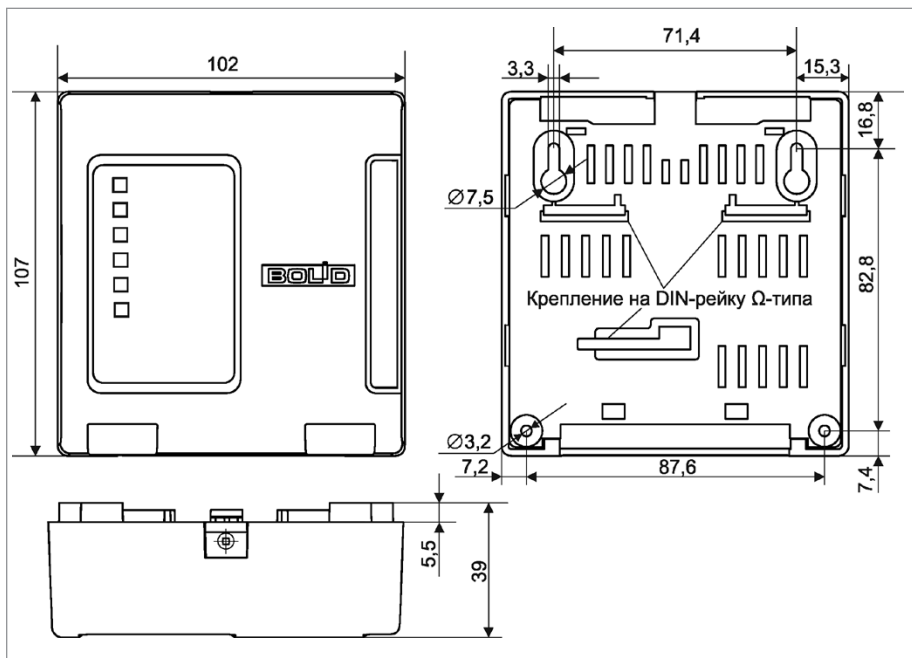

Рисунок 36. Внешний вид и габаритные размеры изделия
- 1.1. Наметьте на стене места для трёх установочных отверстий (двух верхних, имеющих форму пазов для навешивания, и одного из нижних на выбор) в соответствии с габаритным чертежом (см. Рисунок 36).